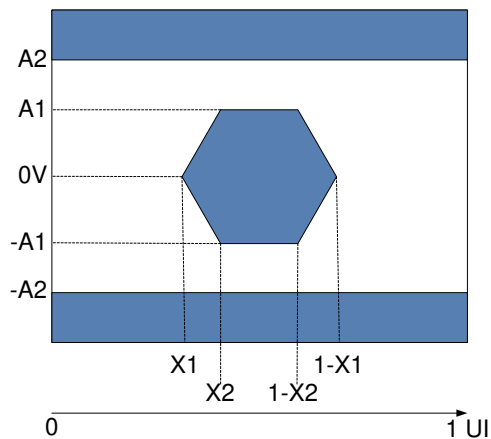

図 5-12. HSSI アイ特性
- (1) DMD を動作させるには、すべての電源接続が必要です。V_{DD}、V_{DDA}、V_{OFFSET}、V_{BIAS} および V_{RESET}。DMD を動作させるには、すべての V_{SS} 接続が必要です。
- (2) すべての電圧値は、グランドピン (V_{SS}) を基準としたものです。
- (3) 過剰な電流を防止するため、電源電圧のデルタ |V_{DDA} - V_{DD}| は、指定限界値よりも小さい必要があります。
- (4) 過剰な電流を防止するため、電源電圧のデルタ |V_{BIAS} - V_{OFFSET}| は、指定限界値よりも小さい必要があります。
- (5) 200μs の 3 つのグローバルリセットに基づく電源消費電力。
- (6) LVC MOS 入力仕様は、ピン DMD_DEN_ARSTZ に対するものです。
- (7) LVC MOS 出力仕様は、ピン LS_RDATA_A および LS_RDATA_B に対するものです。
- (8) 図 5-12、レシーバ アイ マスク (1e-12 BER) を参照します。
- (9) 式 3 および式 4 で定義されています。